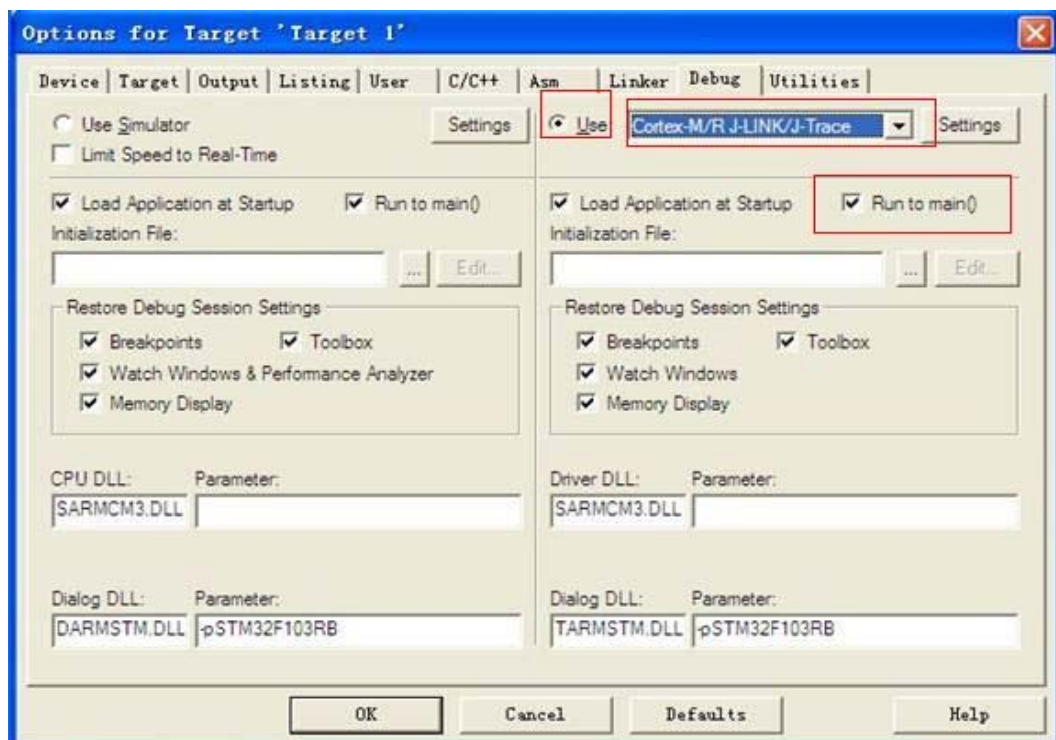
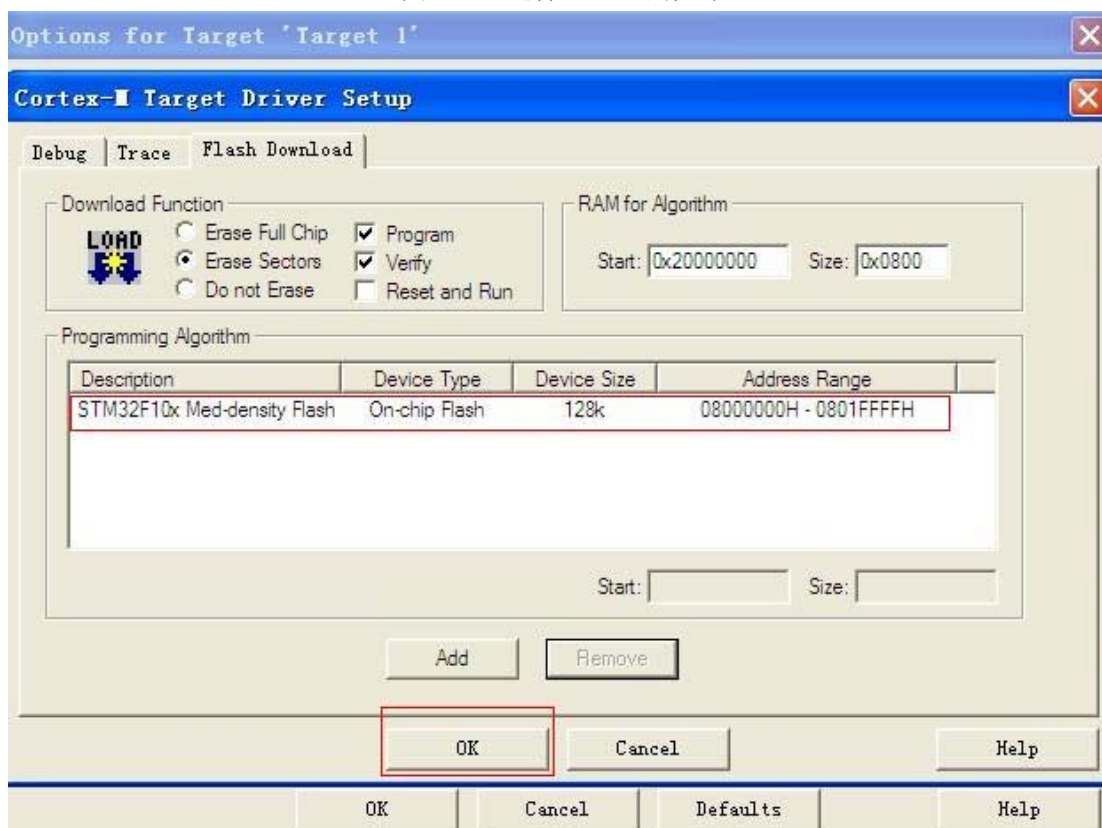

图 4-49 KEI 软件的 Debug 设置
图 4-54 配置 Flash 完成
2) 具体配置如下图4-54所示：点击，在Debug选项里如下图4-49：